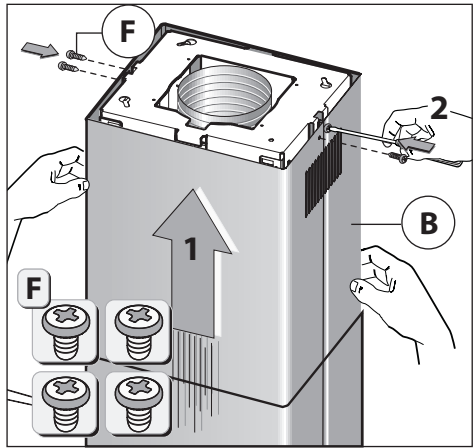

Fig.13
- Прикрепить верхнюю часть дымоотвода **B** к конструкции с помощью 4 болтов **F** (рис. 13).
- Затем привинтить трубу нижнего дымохода с внутренней части дымохода при помощи болтов **P** (рис.13) и поставить фильтры на прежнее место.